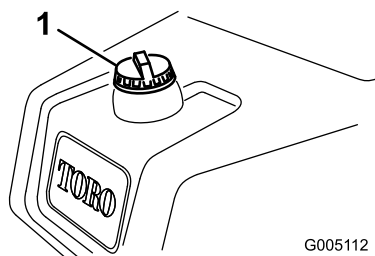

Figura 24
1. Pulite attorno al tappo del serbatoio del carburante (Figura 24).